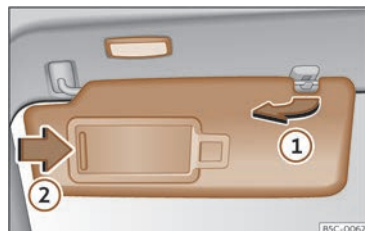

Fig. 107 Para-sol.
- El para-sol es pot extreure de la fixació i girar-se cap a la porta >>> fig. 107 ①.